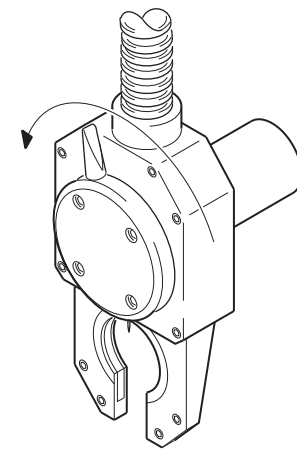

図 25：ロックンク・レバーを外す
1. ウェルド・ヘッドのロックンク・レバーを反時計回りにまわします (止まるまで)。図 25 をご参照ください。